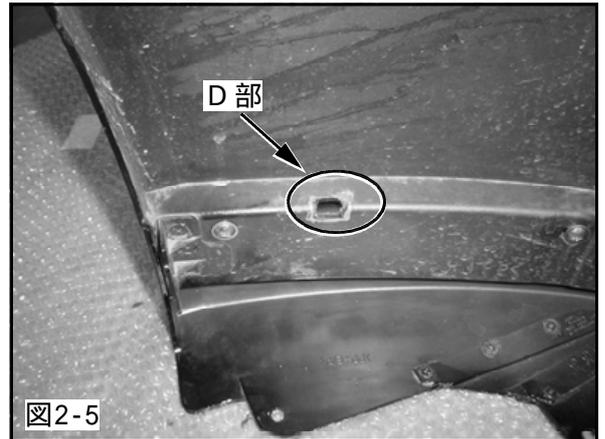

図2-5
- (1) フロントバンパAssyの図D部を図のように加工しフロントバンパAssyとオイルクーラコアが干渉しないようにしてください。(図2-5)